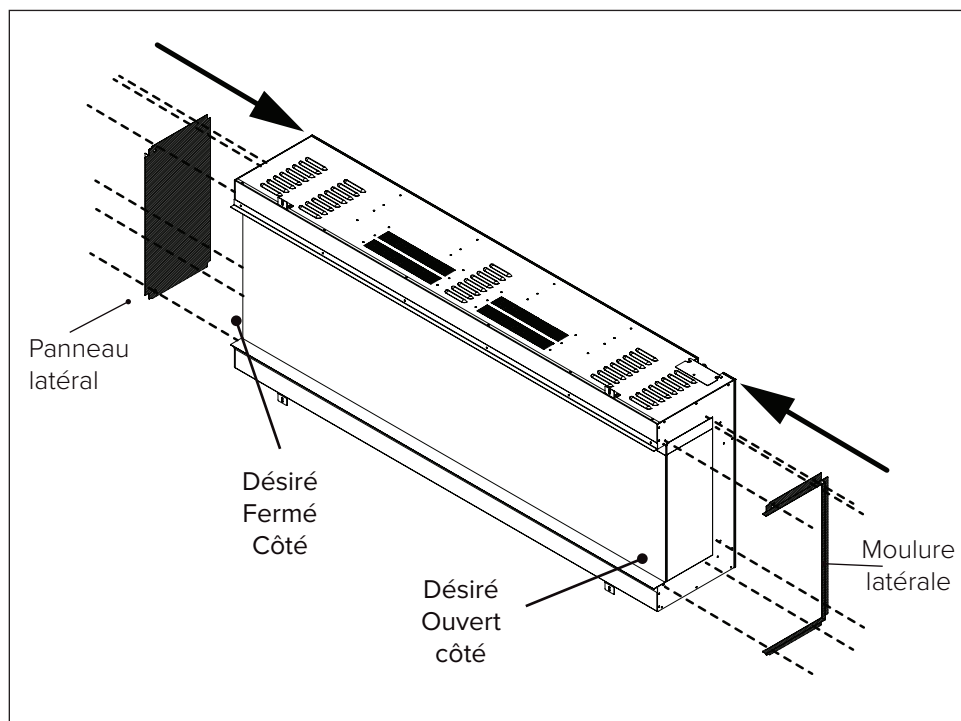

Fig. 5
1. Pour le côté ouvert désiré, refixez la garniture latérale à l'aide des 6 vis retirées précédemment (**Fig. 5**).
2. Pour le côté fermé désiré, refixez le panneau latéral à l'aide des 6 vis retirées précédemment (**Fig. 5**).